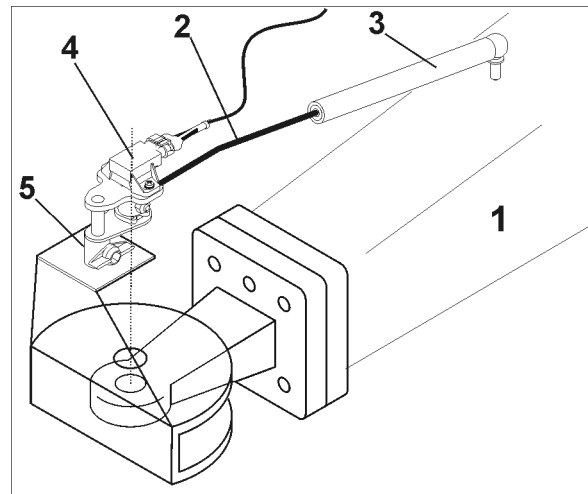

Fig. 42
Die AutoTrail-Nachlauf-Steuerung zum automatischen, nahezu spurgetreuen Nachlauf erfasst die Winkellages der Deichsel (Fig. 42/1) zur Fahrtrichtung des Traktors.
1. Winkelstange (Fig. 42/2) in Kunststoffbuchse (Fig. 42/3) stecken.
2. Drehwinkelgeber (Fig. 42/4) in die Aufnahme (Fig. 42/5) stecken.